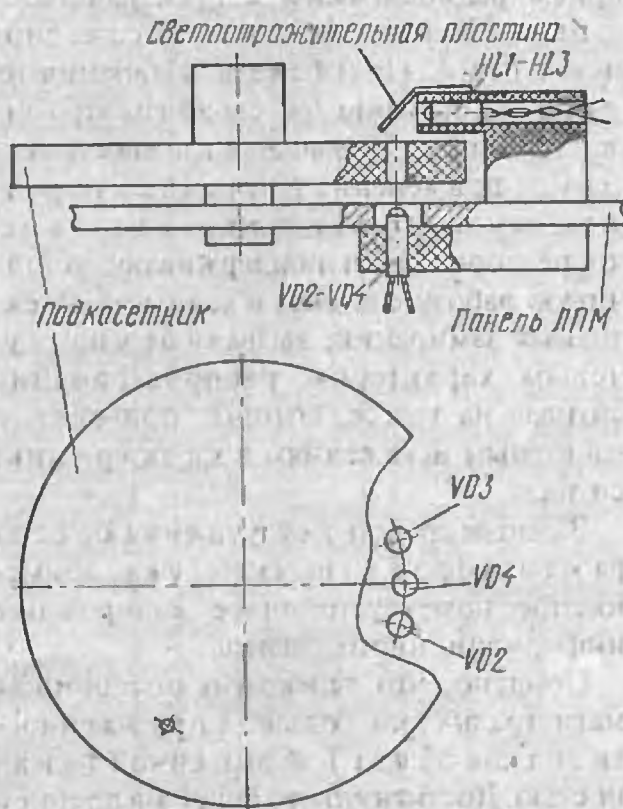

Рис. 2
Рис.2. Структура промежуточной станции на восемь дуплексных радиостволов: A1, A2 — антенны СВЧ двухполяризационные; E1 — E8 — устройства разделения/сложения сигналов СВЧ; Пм1V(H) — Пм16V(H) — приемники СВЧ сигналов с вертикальной (V) и горизонтальной (H) поляризацией; Пд1V(H) — Пд16V(H) — передатчики СВЧ сигналов с вертикальной (V) и горизонтальной (H) поляризацией; Мд1V(H) — Мд16V(H) — модуляторы ПЧ сигналов 64КАМ; Дм1V(H) — Дм16V(H) — демодуляторы ПЧ сигналов 64КАМ; ОП — сигналы основной полосы
В состав оборудования каждой радиорелейной станции на восемь дуплексных радиостволов входят (см. рис.2): антенны для передачи и приема сигналов вертикальной (V) и горизонтальной (H) поляризации; гибкие эллиптические волноводы, соединяющие антенны с радиооборудованием, установленным в наземном контейнере; устройство осушки воздуха внутри волноводных трактов; СВЧ присоединители, модуляторы и демодуляторы ПЧ (для промежуточных и оконечных станций); аппаратура служебной связи, телесигнализации и теленаблюдения; оборудование электропитания постоянного тока; вспомогательные устройства. Показанная на схеме связь X1 (а также X2...X8) между демодуляторами приемников сигналов одной совмещенной полосы радиочастот необходима для функционирования устройства подавления помехи с перекрестной поляризацией.
Пример конструкции датчика движения ленты показан на рис.2. Светодиоды HL1 — HL3 и фотодиоды VD2 — VD4 вклеены в отверстия текстолитовых держателей, укрепленных на панели ЛПМ. Между держателями находится подкассетник с одним (в случае для кассет С90 и МК90) отверстием. Эта конструкция должна отвечать двум требованиям: отверстие не должно открывать световые потоки одновременно в двух соседних оптопарах и возможно близкое взаимное расположение оптопары. Невыполнение первого требования сделает устройство неработоспособным, а второго — приведет к возникновению погрешностей счета при изменениях направления движения ленты. Учитывая некоторую противоречивость требований, не рекомендуется увеличивать диаметр отверстий более 2 мм. Число отверстий в подкассетнике для других случаев можно рассчитать по формуле: $N \approx 0,052 \cdot K \cdot (R_{\max} + R_{\min}) / v \cdot t$, где N — число отверстий в подкассетнике (округляется до ближайшего целого); K — максимальное число показаний счетчика (в конкретной конструкции 999); R_{\max} и R_{\min} — максимальный и минимальный радиусы катушки магнитной ленты в рулоне, см; v — скорость движения магнитной ленты, см/с; t — время звучания одной стороны кассеты при скорости v, мин. При использовании в конструкции датчика дополнительного шкива (вместо подкассетника), на который передается вращение, правую часть формулы необходимо умножить на величину передаточного отношения с подкассетника на шкив.